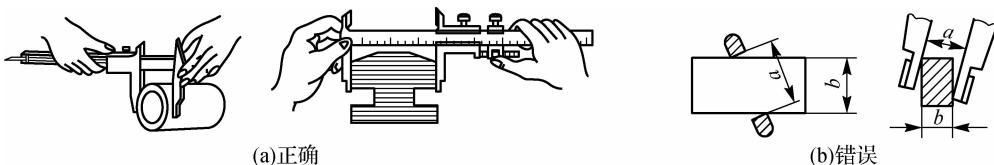
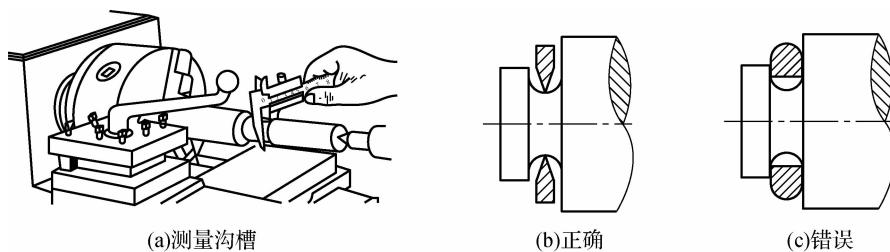
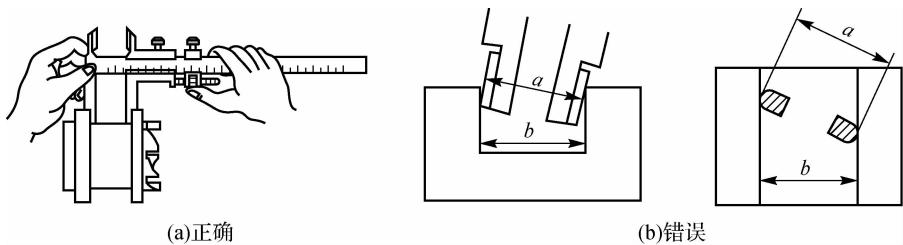
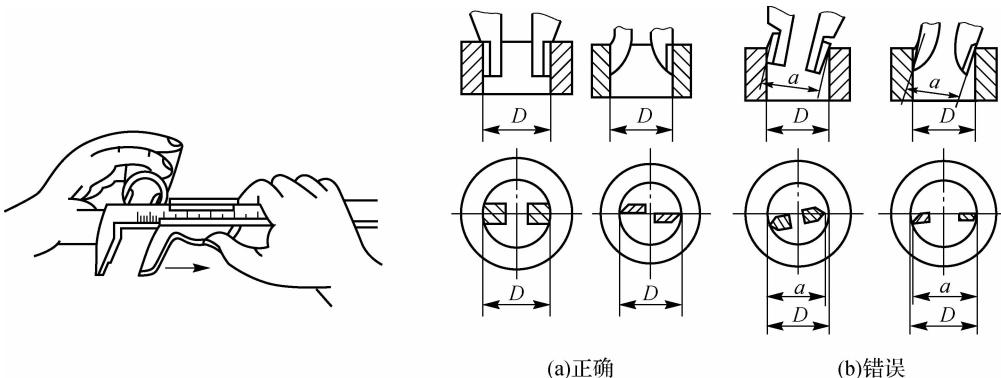

图1-5 测量外尺寸时的位置
图1-6 测量沟槽时的位置
图 1-7 测量沟槽宽度时的位置
图 1-8 测量内孔时的位置
(2)各种零件的测量位置如图1-5、图1-6、图1-7和图1-8所示。